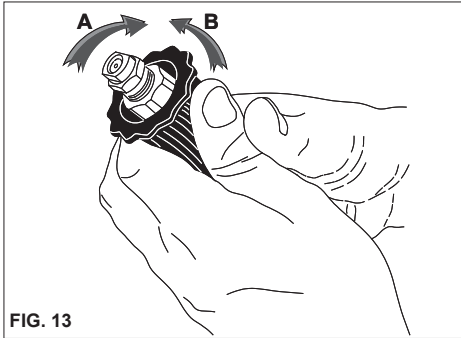

FIG. 13
GEbruik VAN DE VERSTELBARE KOP (fig. 13)
- Wanneer de hogedruk-waterspuit niet wordt gebruikt, de beveiliging van de handgreep sluiten. (fig. 13)